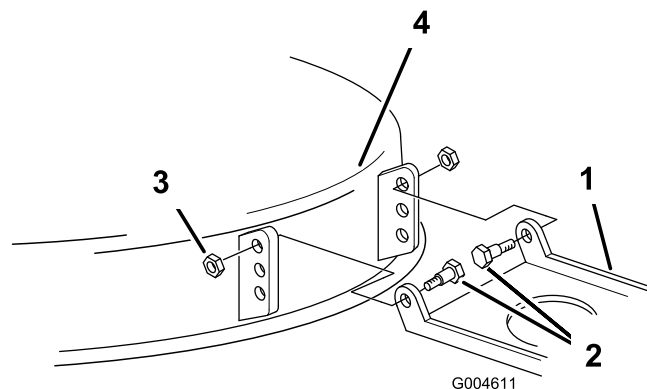

Figura 49
18. Se non riuscite ad ottenere un'inclinazione anteriore di 6–16 mm girando il dado di regolazione, spostate l'attacco orientabile del tosaerba (Figura 49).
19. Togliete i bulloni di spallamento e i dadi di bloccaggio dal tosaerba (Figura 49).
20. Abbassate il perno del tosaerba sul foro inferiore e montate i bulloni di spallamento e i dadi di bloccaggio (Figura 49).